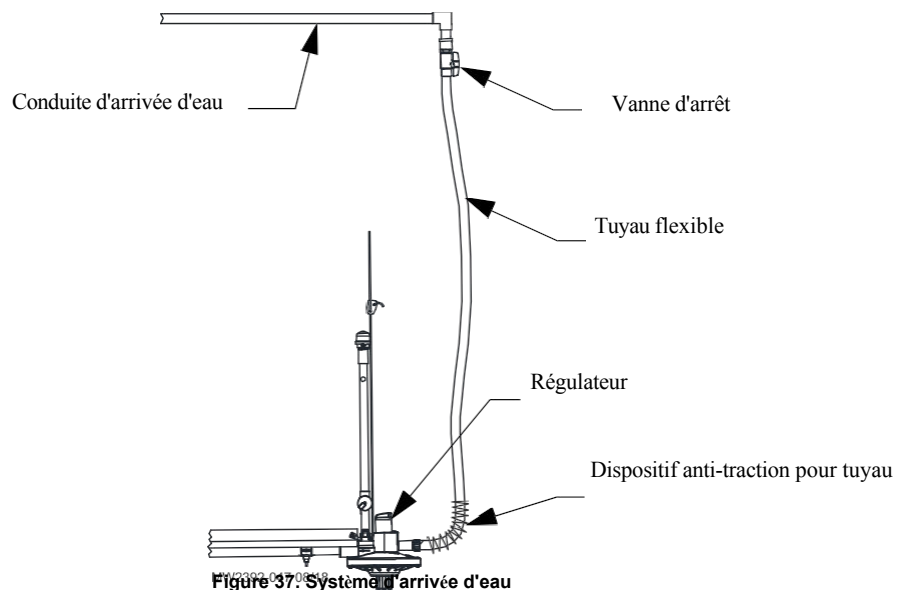

Figure 37: Système d'arrivée d'eau
1. Installez les robinets d'arrêt d'eau au plafond. N'installez pas les robinets d'arrêt au niveau du régulateur. L'installation des robinets d'arrêt au niveau du régulateur ajoute trop de poids à l'emplacement du régulateur. **Voir la figure 37** ci-dessous.